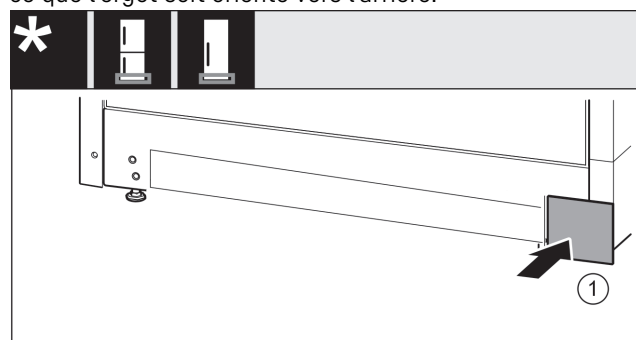

Fig. 16
- Remettre le cache Fig. 16 (1) en place de l'autre côté.